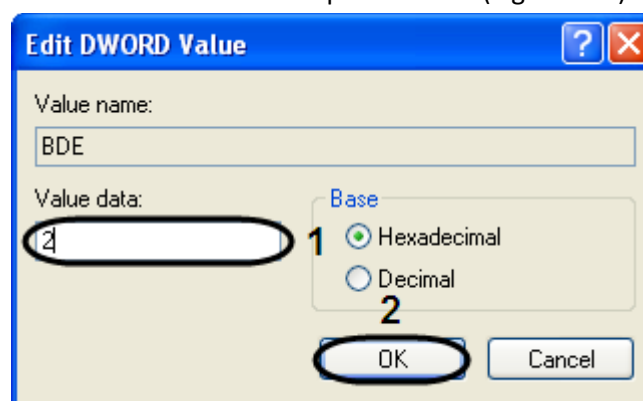

Fig. 9.3—4 Edit DWORD value
- 8.1. Assign 2 value to the «BDE» parameter (Fig. 9.3—4, 1).